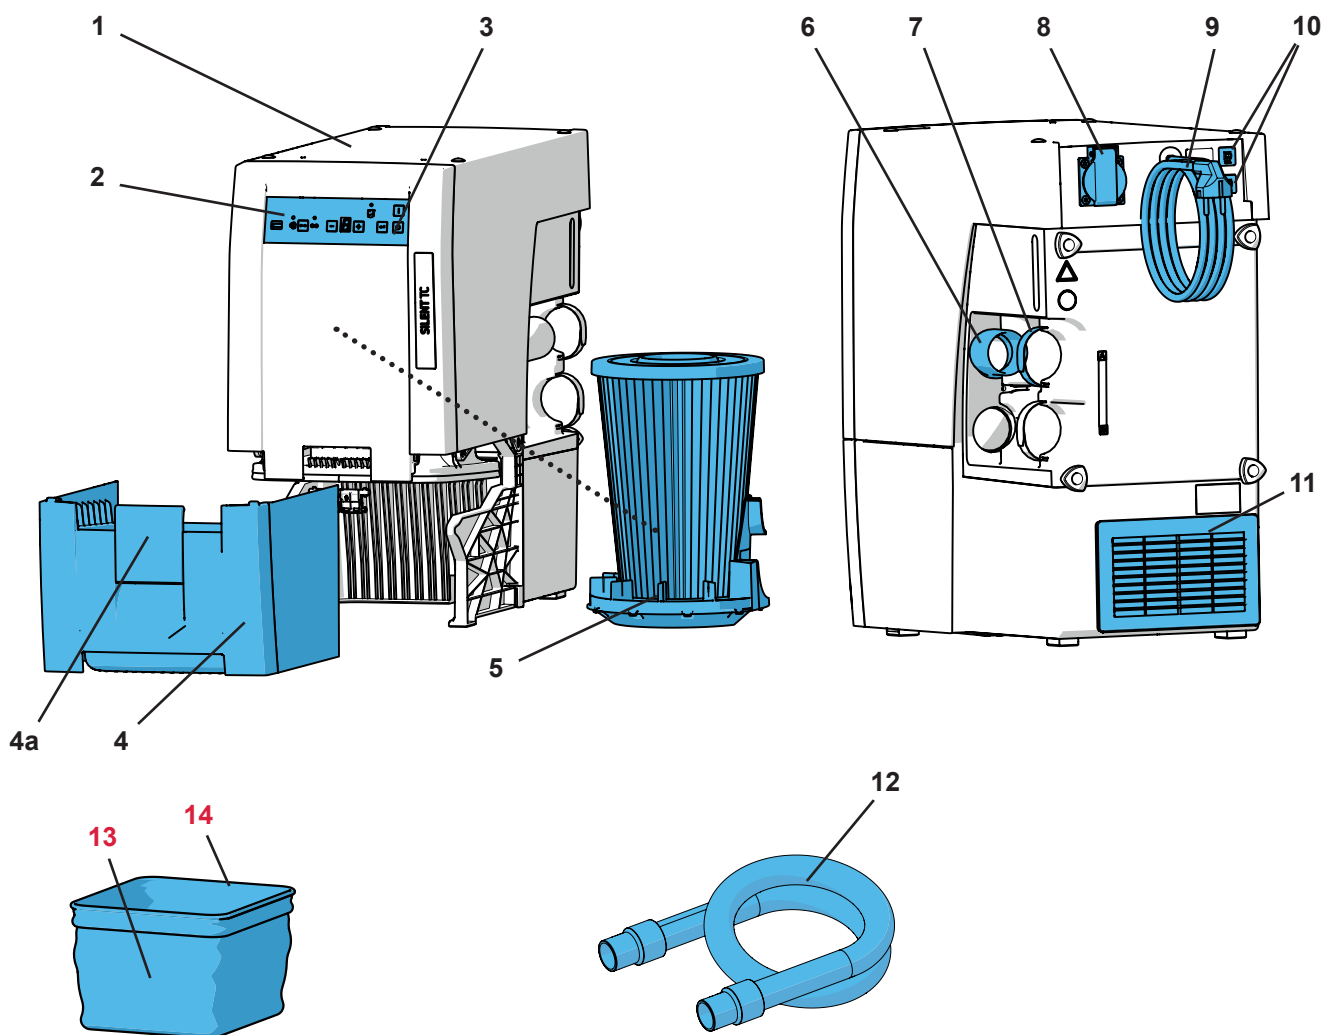

Fig. 1
- la fuoriuscita dell'aria di scarico (11, Fig. 1) non sia ostacolata.
- Utilizzare uno scarico aria esterno (A) (vedi cap. 4.6).
- Apertura sul lato posteriore dell'armadio (B), misure min. 250 x 120 mm, direttamente davanti all'uscita dell'aria (11, Fig. 1).
- Rimuovere il pannello posteriore dell'armadio (C), distanza del lato posteriore dell'armadio dalla parete min. 50 mm.
⇒ Svolgere il cavo di alimentazione (9, Fig. 1) e inserire la spina nella presa elettrica del locale.
L'aspiratore funziona dipendentemente dall'utensile elettrico collegato alla presa di ingresso (8, Fig. 1).